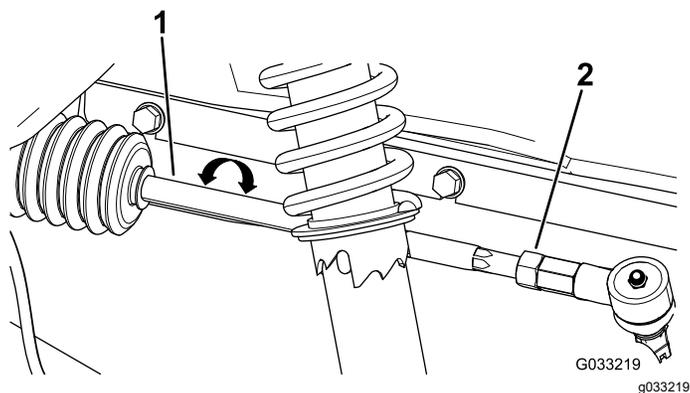

図 58
2. 前後の測定値の差が所定範囲0-6 mmにならない場合は、タイロッドの外側端部にあるジャムナットをゆるめて調整を行う 図 58。